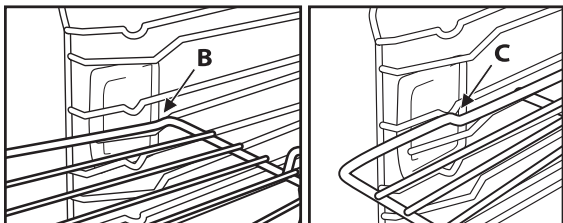

Fig. 2
2. Înclinați grătarul în dreptul poziției de blocare "B" (Fig. 2).